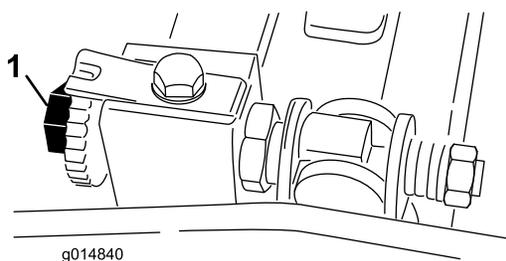

Figure 45
papier soit légèrement pincé lorsqu'il est inséré par l'avant, parallèlement à la contre-lame et résiste donc légèrement quand vous tirez dessus (Figure 45).
2. Supprimez tout contact avec le cylindre en tournant les vis de réglage de la barre d'appui dans le sens antihoraire (Figure 45).